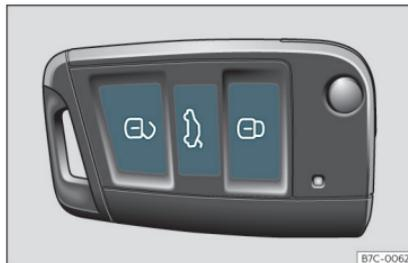

Fig. 74 Chiave con telecomando: tasti.
- Blocco: premere il tasto  » **fig. 74**.